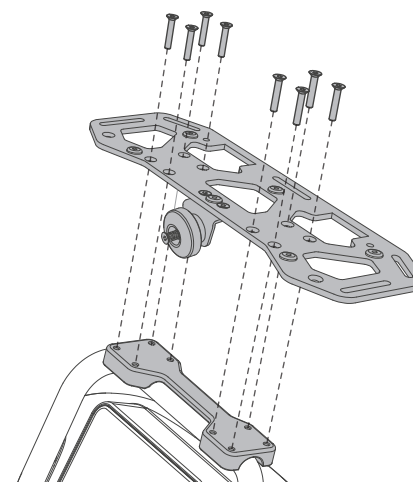

Figura 10. Installazione della piastra di carico
4. **Posizionare la piastra di carico, così che si allinei con il telaio laterale di carico, come indicato alla Figura 10.**